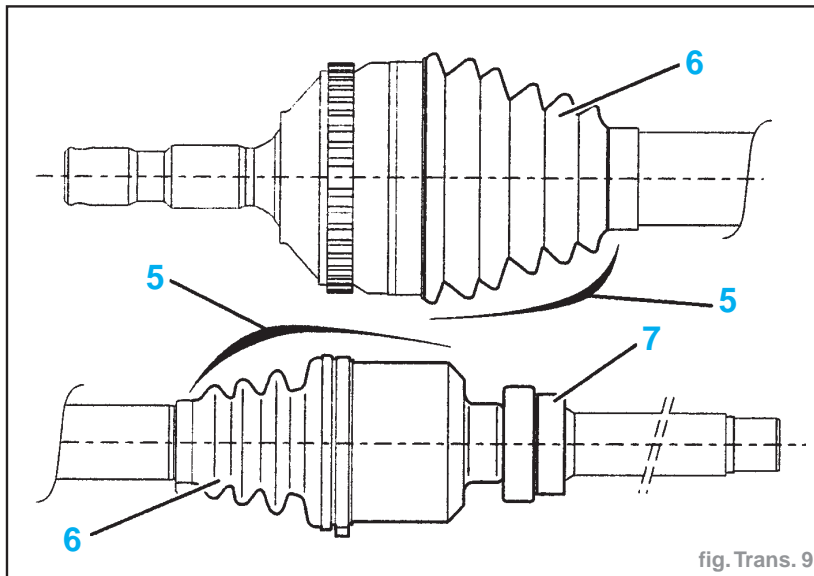

fig. Trans. 9
- Contrôler (fig. Trans. 9) :
- l'absence de jeu dans les articulations (5)
- l'état des soufflets (6)